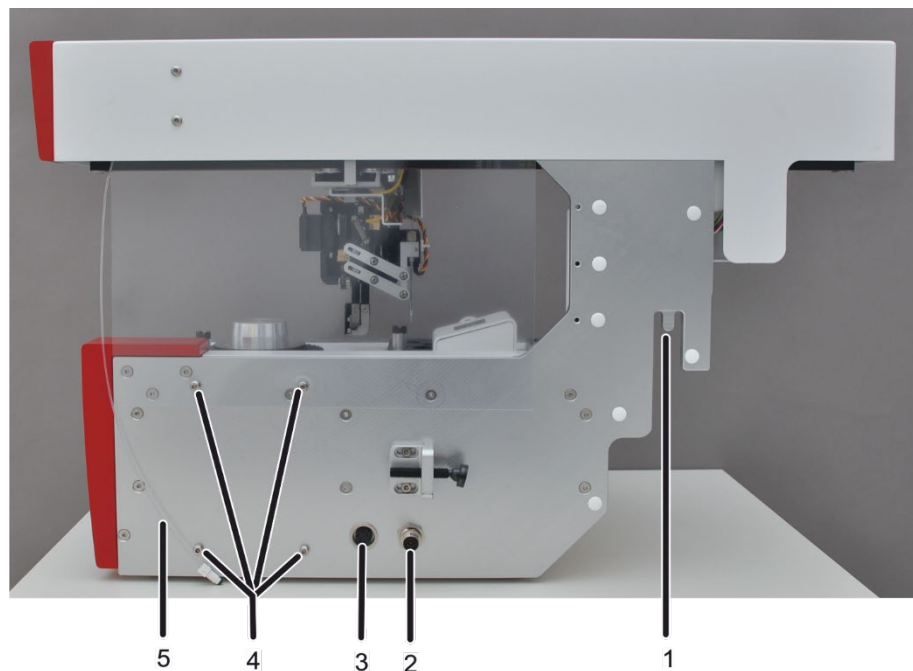
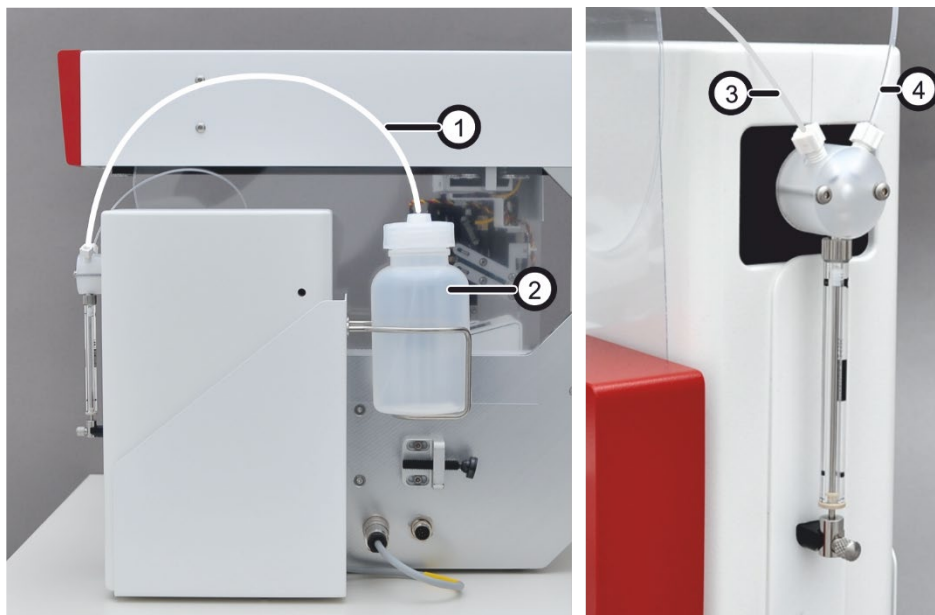

Figure 13 SSA 600 - Raccordements et éléments fonctionnels
Figure 14 Installer le dispositif de dosage de liquides
5. Effectuer le raccordement électrique du SSA 600 au AAS au moyen de la connexion figurant sur le côté droit (2 in Figure 13).
7. Attacher le doseur de liquide aux 4 vis, sur le côté droit du SSA 600 (4 dans Figure 13).
8. Effectuer le raccordement électrique du doseur de liquide au SSA 600 en utilisant la fiche (3 in Figure 13).
9. Fixer le tuyau de dosage (5 dans Figure 13) au raccord de gauche de la seringue de dosage (3 dans Figure 14).
10. Fixer le tuyau prévu pour la solution de rinçage à droite, au niveau de la seringue de dosage (4 dans Figure 14). Déposer le flacon avec la solution de rinçage (2 dans Figure 14) dans le rack.
Plonger le tuyau (1 dans Figure 14) dans la solution de rinçage en le faisant passer par l'orifice du couvercle du flacon.